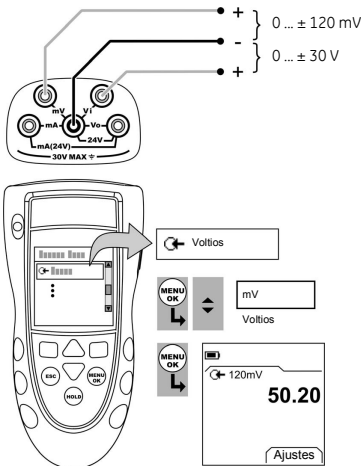

Figura 1: Ejemplo de configuración - Medición de mV o voltios
1. Conecte el instrumento (Figura 1) y, si es necesario, ajuste las opciones de *Configurar* (Tabla 1).